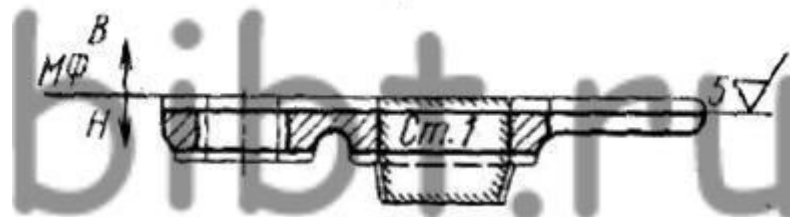

Рисунок 2 Графическое изображение технического решения
2. Располагать по возможности отливку в одной полуформе (см. рисунок 2, отливка в нижней полуформе).